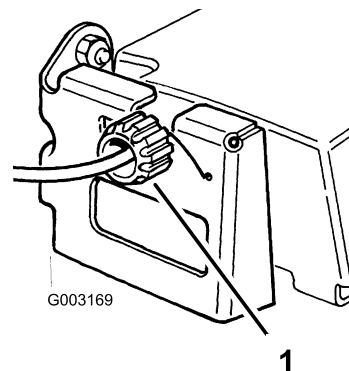

Figura 26
2. Gire el mando de control en el sentido de las agujas del reloj 1/2 vuelta si el cortacésped no avanza. Si el cortacésped avanza lentamente, gire el mando 1/2 vuelta en el sentido opuesto a las agujas del reloj para aflojar la correa (Figura 26).